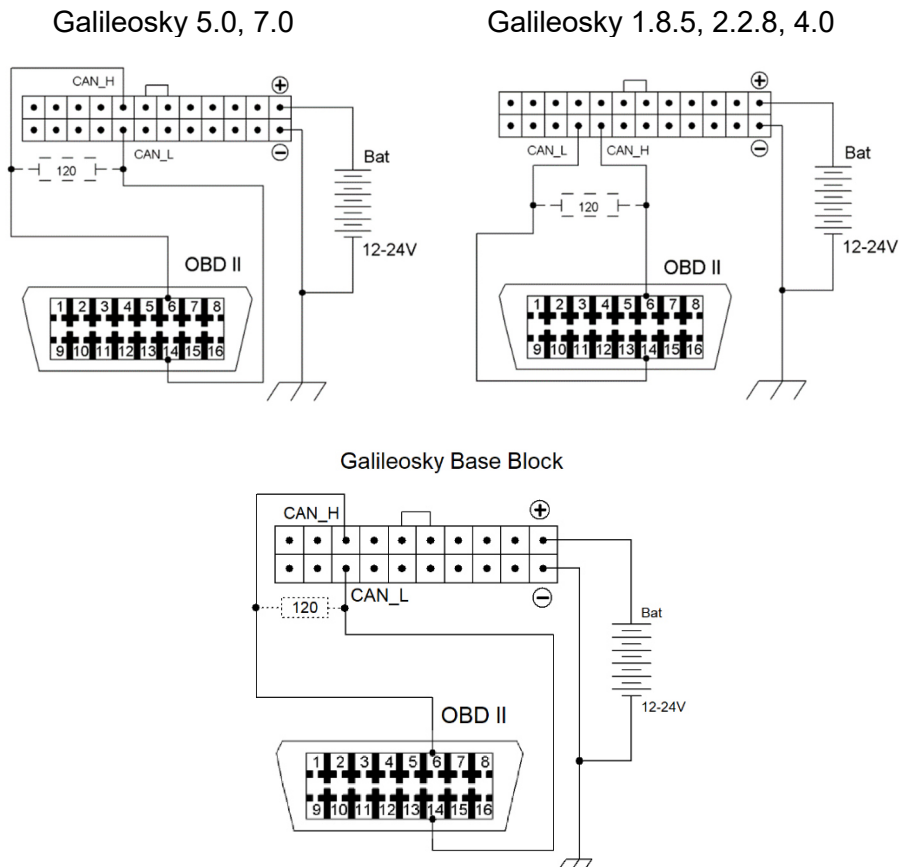

Рис. 7
Подключение осуществляется в соответствии со схемой, приведенной на рис. 7:
**ВНИМАНИЕ!** Возможен вариант, когда диагностический разъем OBD-II подключен не к CAN-шине, а к одному из узлов, например, к комбинации приборов (рис. 7), и, как следствие, терминал не может прослушивать шину и получать идентификаторы. В этом случае необходимо применить команду ActiveCAN 1.